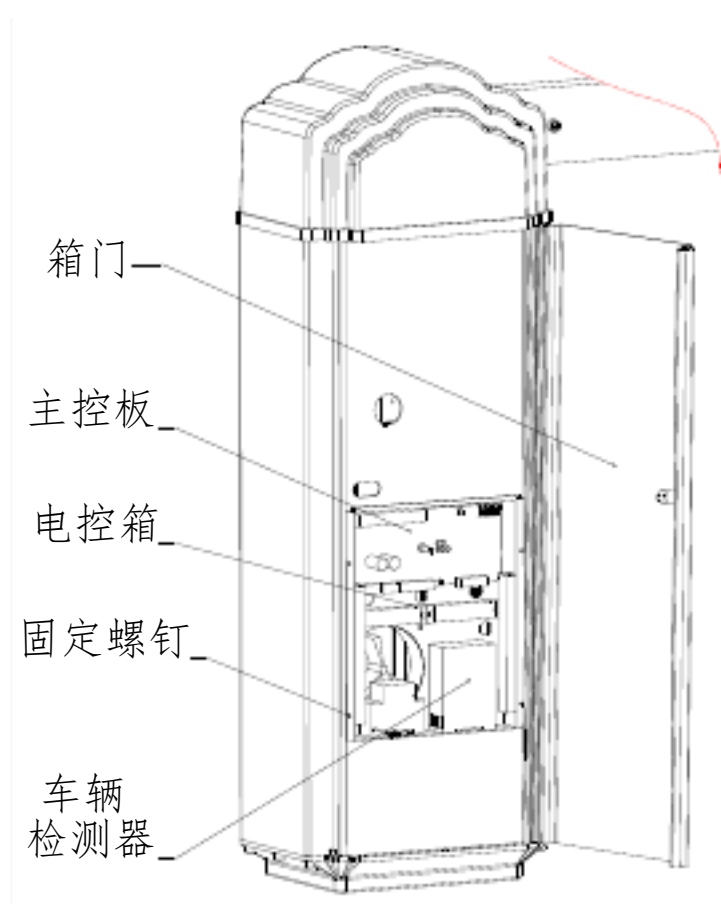

图 6 电控位置图
- (6) 按照系统接线图，将电源线、控制线与道闸主控制板接线插座接好，并接好系统的保护地线，然后将电控箱再固定好，如图 6 所示。
- (7) 将闸杆插头先装在闸机上，在水平位置再将闸杆套到插头上，并将相关紧固螺钉拧紧。